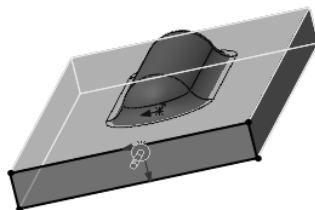

图 10-138 完全贯通切除
7) 单击“特征”控制面板中的 $\square$ (拉伸切除)按钮, 或选择“插入”→“切除”→“拉伸”菜单命令, 在弹出“切除拉伸”属性管理器的“终止条件”列表框中选择“完全贯通”, 如图 10-138 所示, 然后单击✓(确定)按钮。